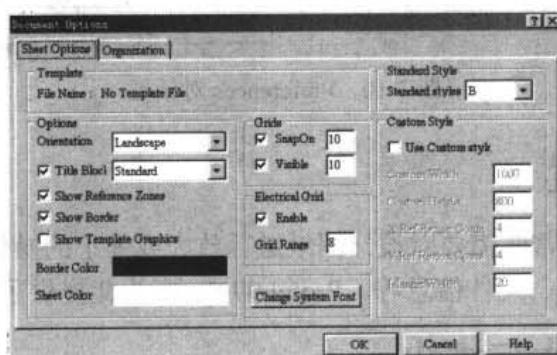

图 3-9 Document Options 对话框
如果想设置网格是否可见，执行 Design|Options，系统将会弹出 Document Options 对话框，如图 3-9 所示。在 Sheet Options 选项卡中，Grids 区域还有 SnapOn 和 Visible 两个设置项，可以设置网格是否可见。
**Visible：**网格可见。选中此项表示网格为可见，可以在其右边的设置框内输入值来改变图纸显示网格间的距离。图 3-9 中表示网格间的距离为 10 个像素点，不选此框则表示图纸不显示网格。